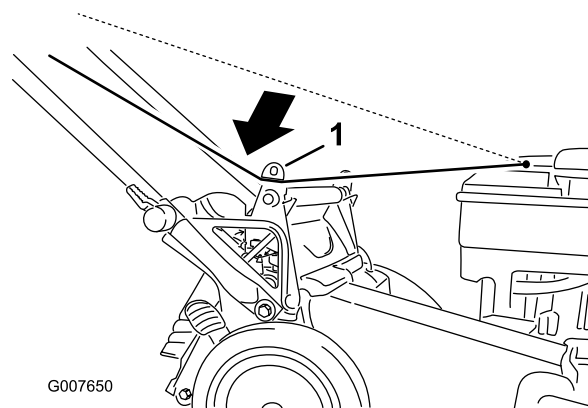

Figure 25
1. Faites passer le câble du lanceur autour du guide inférieur (Figure 25).